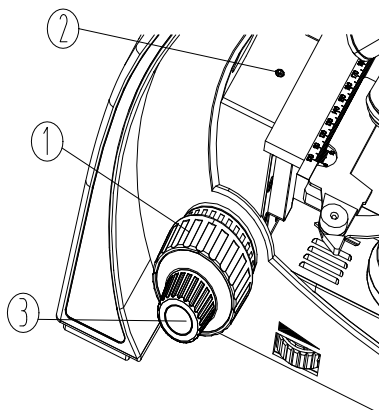

Figure 9
2. Utilisez l'œil droit pour observer le prisme droit. Rotnez la manette de mise au point grossière ① jusqu'à ce que les contours de l'image apparaissent dans le champ de vision (voir figure 9).
3. Tournez la poignée de mise au point fine ③ pour obtenir des détails nets.